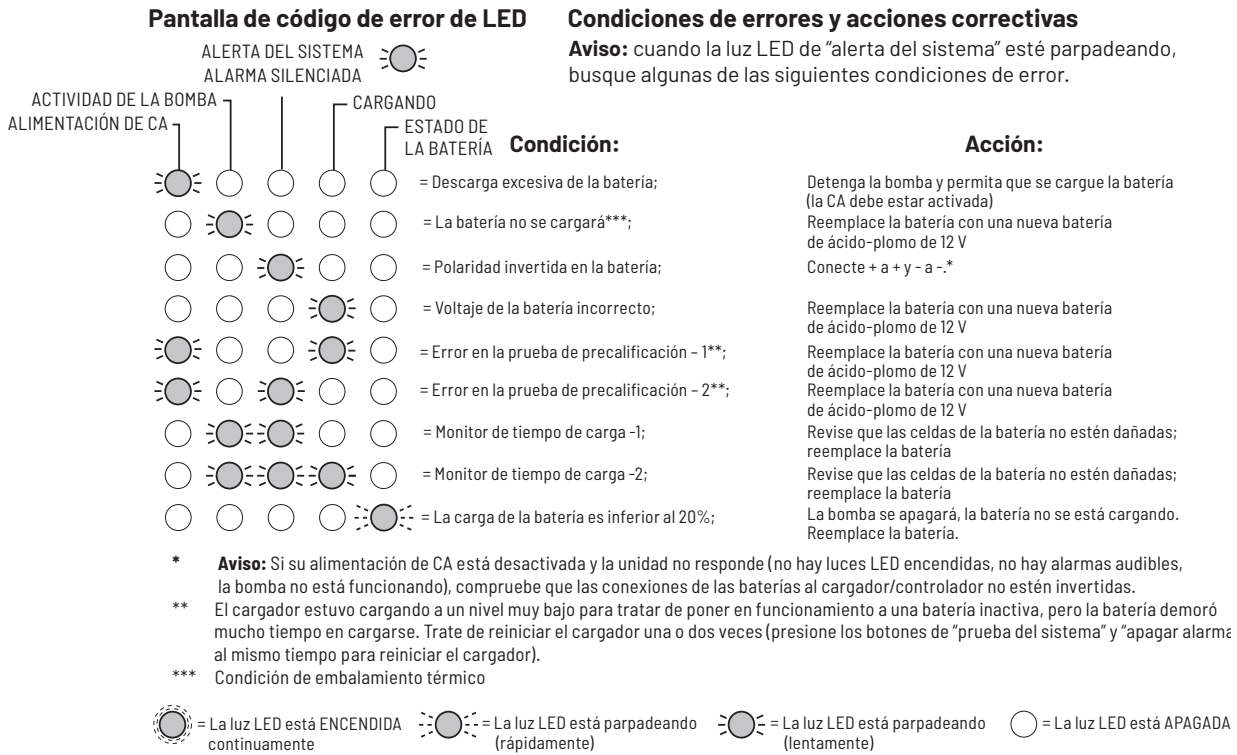

Figura 7: Pantallas de código de error (Luces LED parpadeantes)
- ◆ Cuando la luz de alerta del sistema ESTÉ parpadeando, consulte la Figura 7.